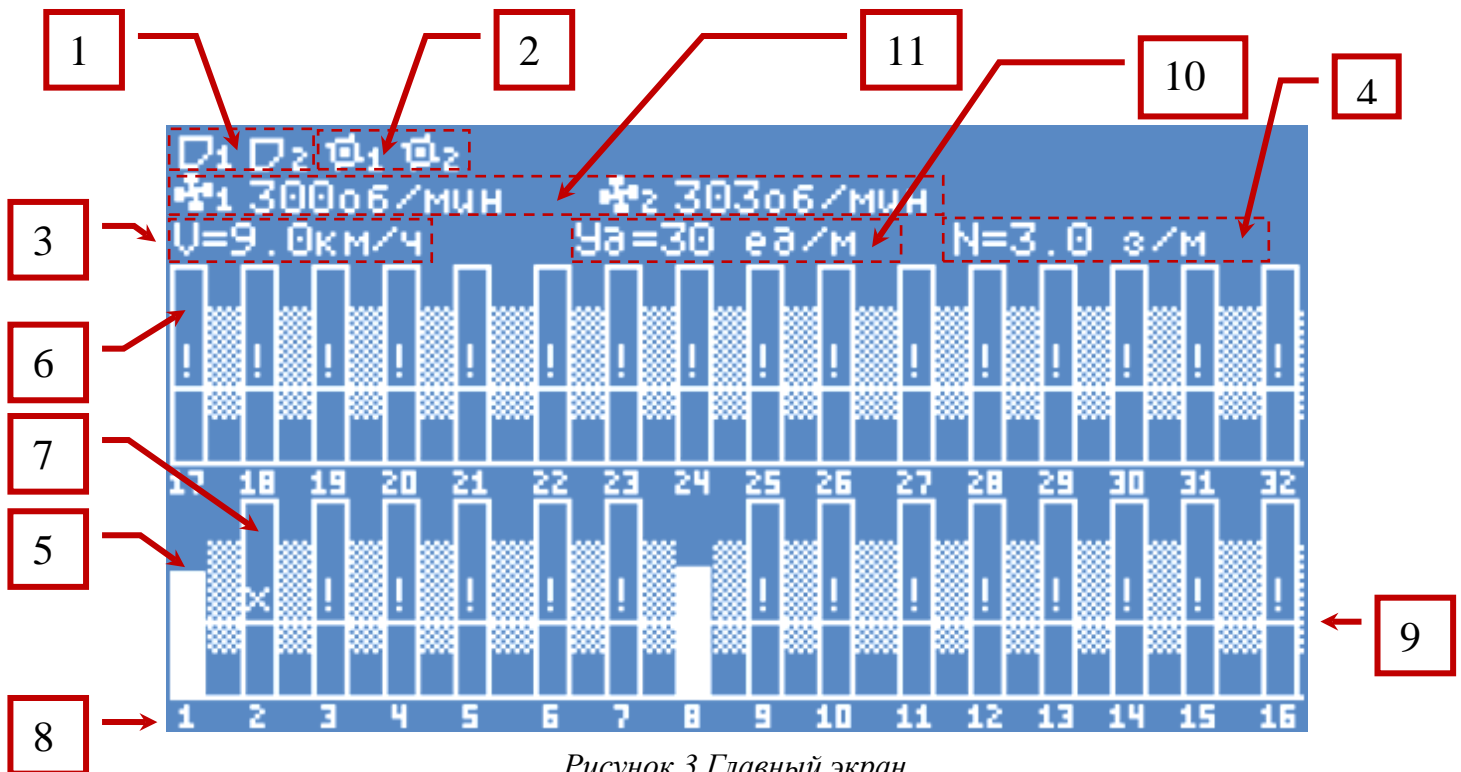

Рисунок 3 Главный экран
- **Главный экран, см. «Рисунок 3».**
Затем на экране отображается главный экран (см. «Рисунок 3») и система готова к работе.
На «Рисунок 3» изображен Главный экран панели оператора.
- Находясь на главном экране (см. «Рисунок 3»), нужно вызвать главное меню нажатием кнопки **«Меню»**;